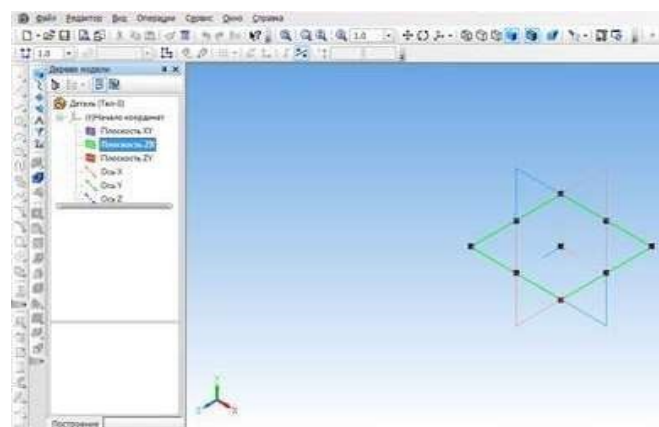

Рисунок 13.2 – Выбор Плоскости в дереве модели
3. В дереве модели выберите **Плоскость ZX** (рисунок 13.2).